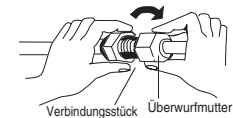

Abb. 5-5
- (3) Um eine korrekte Verbindung zu gewährleisten, müssen Verbindungsleitung und die aufgeweitete Leitung in gerader Richtung zueinander positioniert werden; danach die Überwurfmutter zunächst locker aufschrauben, um eine einwandfreie Verbindung zu erhalten. (Abb. 5-5)